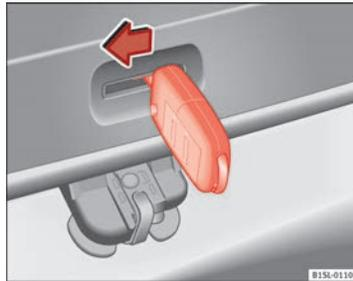

Abb. 130 Vom Gepäckraum aus: Heckklappe notentriegeln.
- Schlüsselbart in die Öffnung in der Heckklappe ⇒ **Abb. 130** stecken und Entriegelungshebel in Pfeilrichtung drücken, um die Heckklappe zu entriegeln. ■